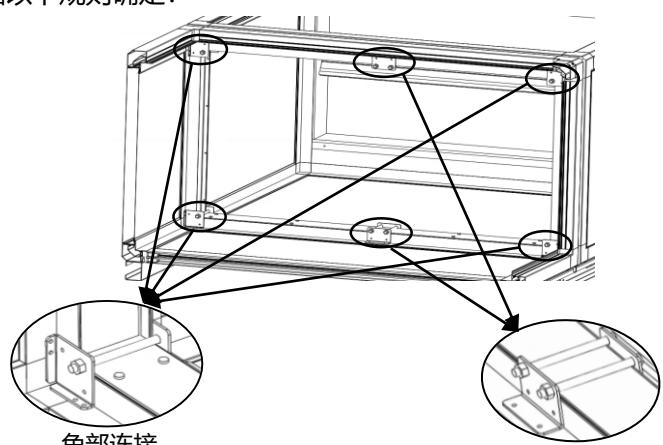

图4.8段连接块安装示意图
- 针对A系列机组，段连接块的安装遵循以下规则：将段连接顶角跟中部用连接块和螺栓连接，其中4个顶角处务必用连接块进行连接。为了整齐和维护方便，螺栓和螺母方位应保持一致（见图4.8）。宽度方向跟高度方向中部是否需要增加连接块根据以下规则确定：